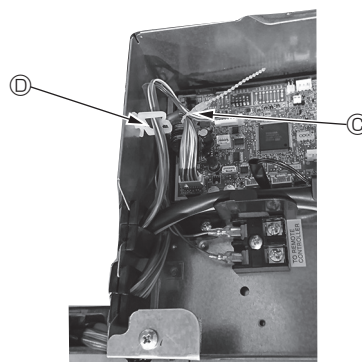

Fig. 10-14
- Τοποθετήστε τα προεξέχοντα τμήματα των συρμάτων διακλάδωσης του Αισθητήρα i-see και του δέκτη σήματος στο κιβώτιο ηλεκτρικών εξαρτημάτων μέσα στο κλιπ συρμάτων, όπως φαίνεται στο διάγραμμα, και στερεώστε τα σύρματα μεταξύ τους με το σφιγκτήρα. (Fig. 10-14) Βεβαιωθείτε ότι η ταϊνία που στερεώνει τα σύρματα διακλάδωσης του Αισθητήρα i-see και του δέκτη σήματος έχει τοποθετηθεί στο εσωτερικό του πίνακα σύνδεσης. (Fig. 10-15)